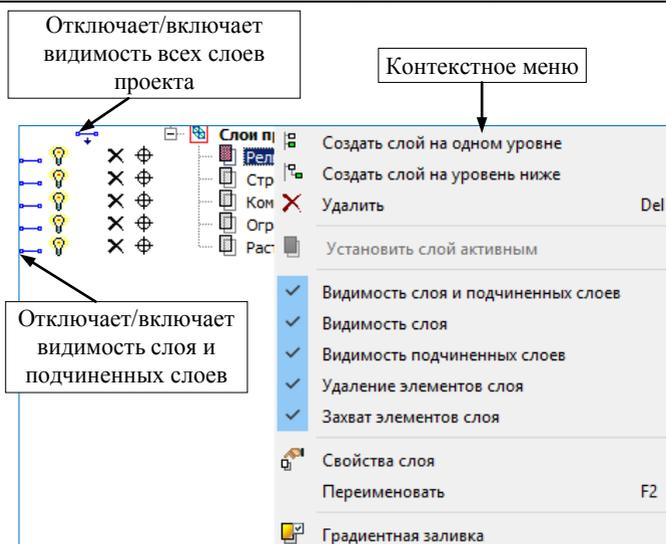

Рис. 3.14
Помимо этих команд, предусмотрены различные переключатели для управления видимостью слоев (🔍 и 💡), условиями удаления (X) и захвата (📏) элементов каждого слоя (рис. 3.14).
Эти настройки доступны также в контекстном меню каждого слоя (рис. 3.14), которое вызывается после наведения курсора на слой и нажатия на правую клавишу мыши.
Эти настройки доступны также в контекстном меню каждого слоя (рис. 3.14), которое вызывается после наведения курсора на слой и